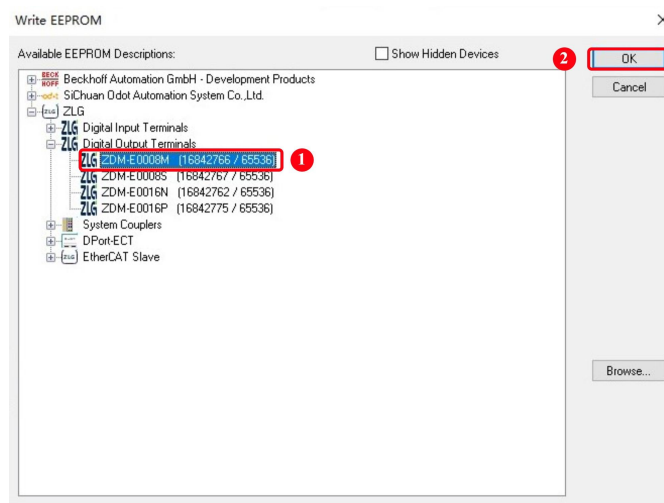

图 6.3 烧录 ESI 文件至 EEPROM
3. 跳转至烧录界面，选中需要烧录的 ESI 文件（此处以 ZDM-E0002QS 为例），点击 OK 即开始烧录对应的 ESI 文件，如图 6.3 所示。